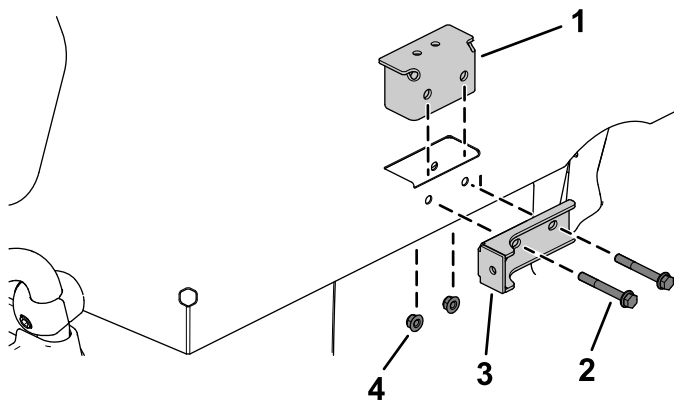

图3
1. 如图3所示用2个凸缘头螺栓5/16 x 2-1/2 英寸和2个凸缘锁紧螺母5/16 英寸松松地安装边桩填充支架和货斗支架。